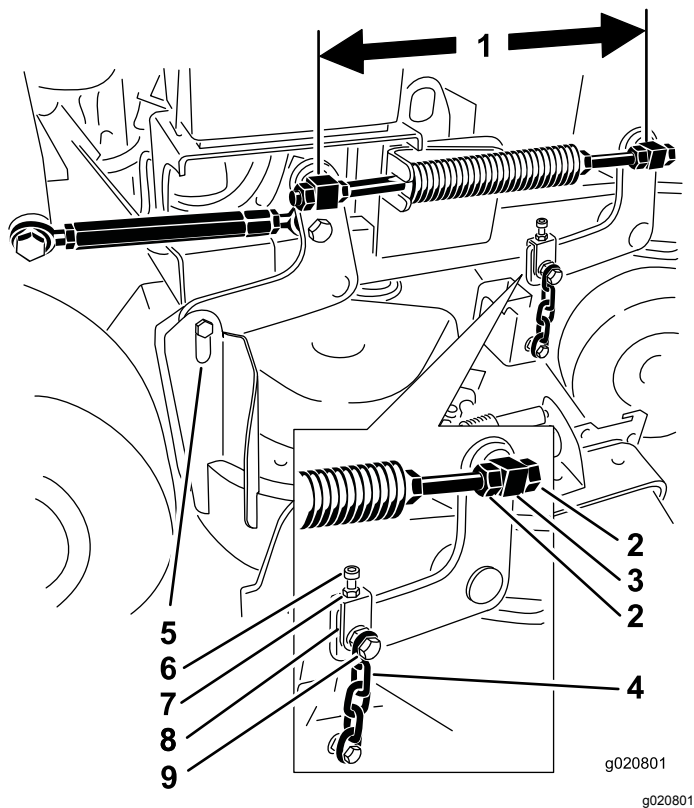

Figura 80
(distancia entre centros) en cada varilla roscada (**Figura 80**).
2. Afloje las contratuercas en el pivote **delantero** (**Figura 80**).
4. Apriete las contratuercas en el pivote **delantero** (**Figura 80**).
6. Si es necesario ajustarlo, afloje el perno superior de la cadena (**Figura 80**).
- Afloje las contratuercas de los pivotes delanteros derecho e izquierdo (Figura 80).
- Apriete las contratuercas de los pivotes delanteros derecho e izquierdo (Figura 80).
- Afloje los pernos superiores de las cadenas (Figura 80).
- Afloje las contratuercas en cada horquilla (Figura 80).
- Apriete las contratuercas y los pernos superiores de las cadenas (Figura 80).
- Afloje las contratuercas del pivote izquierdo delantero (Figura 80).
- Apriete las contratuercas del pivote izquierdo delantero (Figura 80).